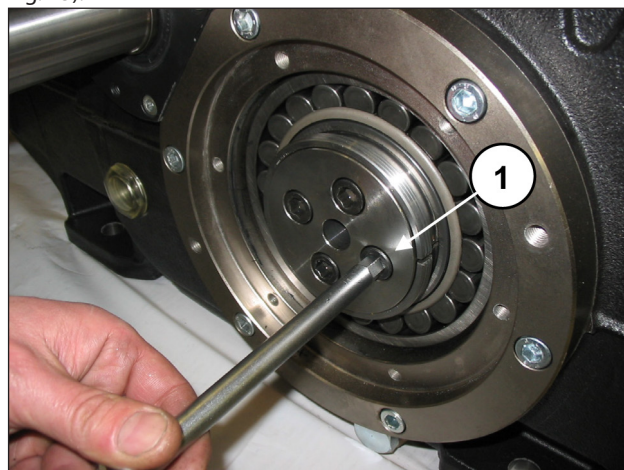

Fig. 14
Aflojar y extraer los tornillos de fijación de la brida de bloqueo del casquillo, en ambos lados (pos. ①, Fig. 14).